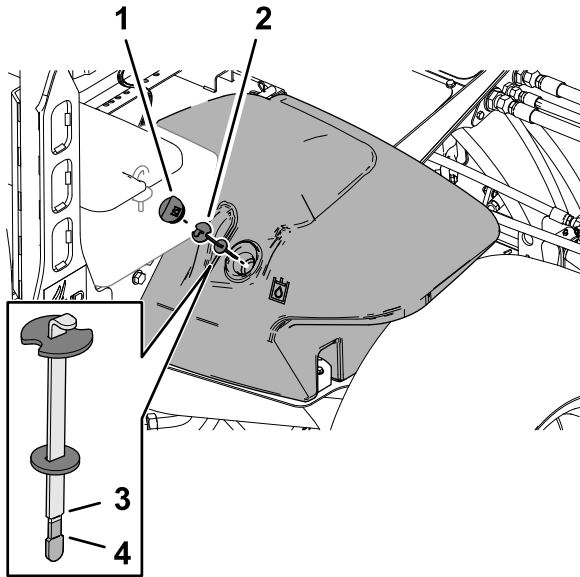

Figura 151
2. Limpie la zona alrededor del cuello de llenado y el tapón del depósito hidráulico (**Figura 151**).